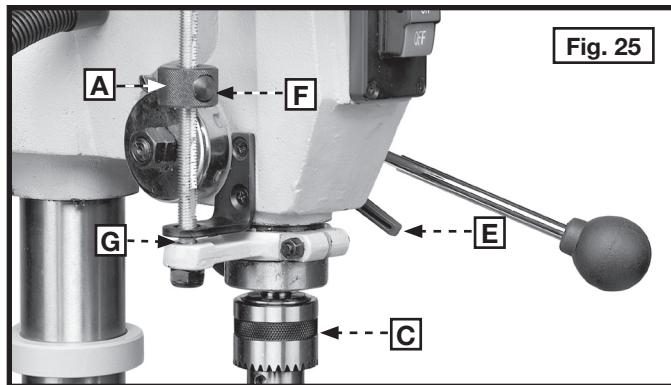

Fig. 25
Cuando desee perforar cierta cantidad de agujeros de la misma profundidad, use la tuerca de tope (A) Fig. 25 en la varilla de tope rosada (B).
2. Baje el portabrocas (C), Fig. 25 a la profundidad deseada. Apriete la palanca bloqueadora del eje hueco (E).
- NOTA:** La palanca bloqueadora del eje hueco (E) Figs. 25 y 26 tiene un resorte y puede cambiarse de posición. Hale el mango, posiciónelo en la parte central (D), y deje que el mango vuelva hacia adentro.
3. Presione el botón a resorte (F), Fig. 25, y mueva la tuerca de tope (A) hasta que la parte inferior de la tuerca (A) haga contacto con el tope (G). Sostenga el mango del eje de piñón y afloje la palanca bloqueadora del eje hueco (E). Gire los mangos del eje de piñón para devolver el portabrocas y el eje hueco a la posición "vertical".
5. Haga un agujero de prueba para verificar la profundidad. De ser necesario, vuelva a ajustar. Para ello, gire la tuerca de tope (A), Fig. 25 para hacer un ajuste fino. No va a tener que oprimir el botón (F) mientras gira la tuerca de tope (A) para ajustes finos.